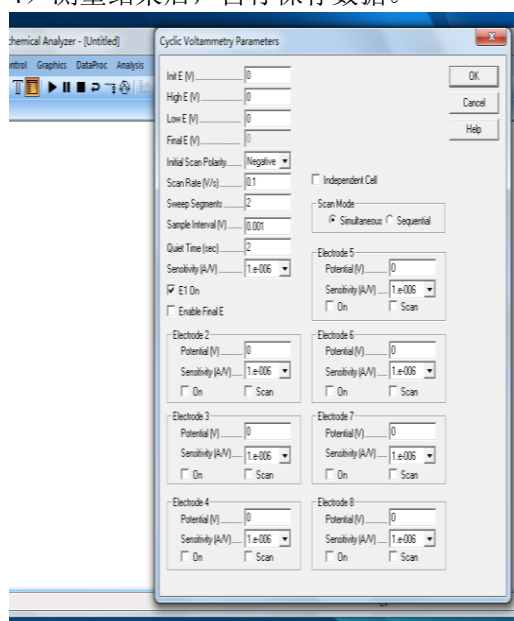

图1 多通道电化学工作站的参数设置界面 (parameters)
3) 点击测量技术【T】，选择目标测试方法，点击“parameter”，在弹出的勾选所连接的对应电极，并设置参数（见图1），点击【开始测试】。